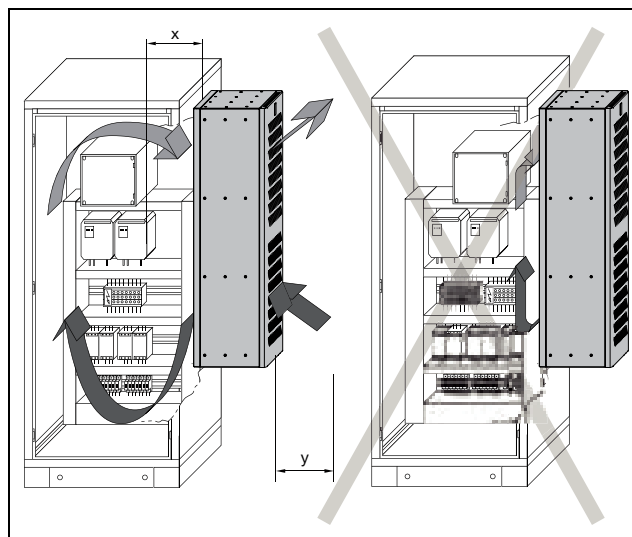

Imagen 6: Circulación del aire en el armario
- El lugar de ubicación del armario y la colocación del refrigerador debe garantizar una buena ventilación (la distancia entre los refrigeradores debe ser de como mínimo 200 mm, para la distancia a la pared ver distancia «y» en imagen 6 o tab. 2).
- Calcule la distancia «x» (imagen 6) hacia los componentes eléctricos y otros dispositivos instalados en el armario, de forma que la circulación necesaria de aire no se vea obstruida.